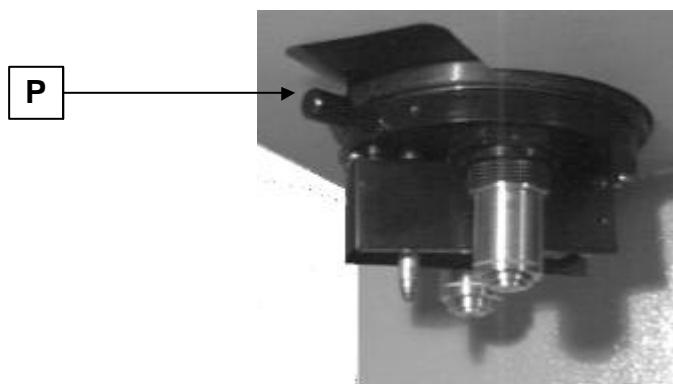

Рис. 14-6 Вращение турели объективов и индентера
- **фокусировка на образце:** используя маховичок P (Рис. 14-6), поверните турель объектива так, чтобы установился 10x объектив⁽²⁾ ; используя маховичок V (Рис. 14-5), сфокусируйтесь на отполированной поверхности образца. После нахождения лучшей сфокусированной позиции, поверните турель объектиков вновь для установки 40x объектива, убедившись, что не ударяете образец объективом или индентером. Сфокусируйтесь вновь, используя маховичок ручной подачи V. На этой фазе, вновь отрегулируйте интенсивность лампы- если необходимо- используя маховичок L для обеспечения наиболее комфортабельных условий освещения образца.
(2) Турель имеет три фиксированных (с кликами) позиции, которые соответствуют 10x объективу(*короткий*), индентеру и 40x объективу (*длинный*). Установленный элемент это тот, который в наиболее продвинутой позиции, т.е. самый близкий к оператору. Убедитесь, что турель точно в одной из 3 позиций, что подтверждается кликом при остановке прибора.
Используя обычный маховик R (Рис. 14-6) поверните турель для размещения измерительного объектива (обычно 40x) в рабочее положение (т.е. напротив оператора). Изображение отпечатка будет теперь в центре поля зрения, готовое к измерению. Для начала процедуры измерения, нажмите клавишу 1 на клавиатуре: дисплей сейчас покажет запрос на перезагрузку на первом углу отпечатка.